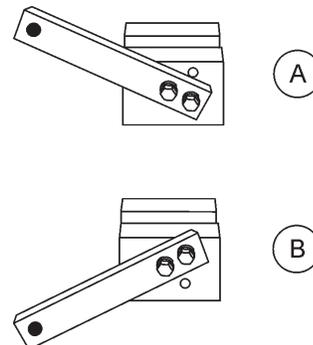

Figura 57. Ajustes de los brazos de la alisadora
2. Asegúrese de que el brazo del dispositivo esté en el ajuste apropiado (subido o bajado) para la rotación del brazo de la alisadora según se muestra en la Figura 57.